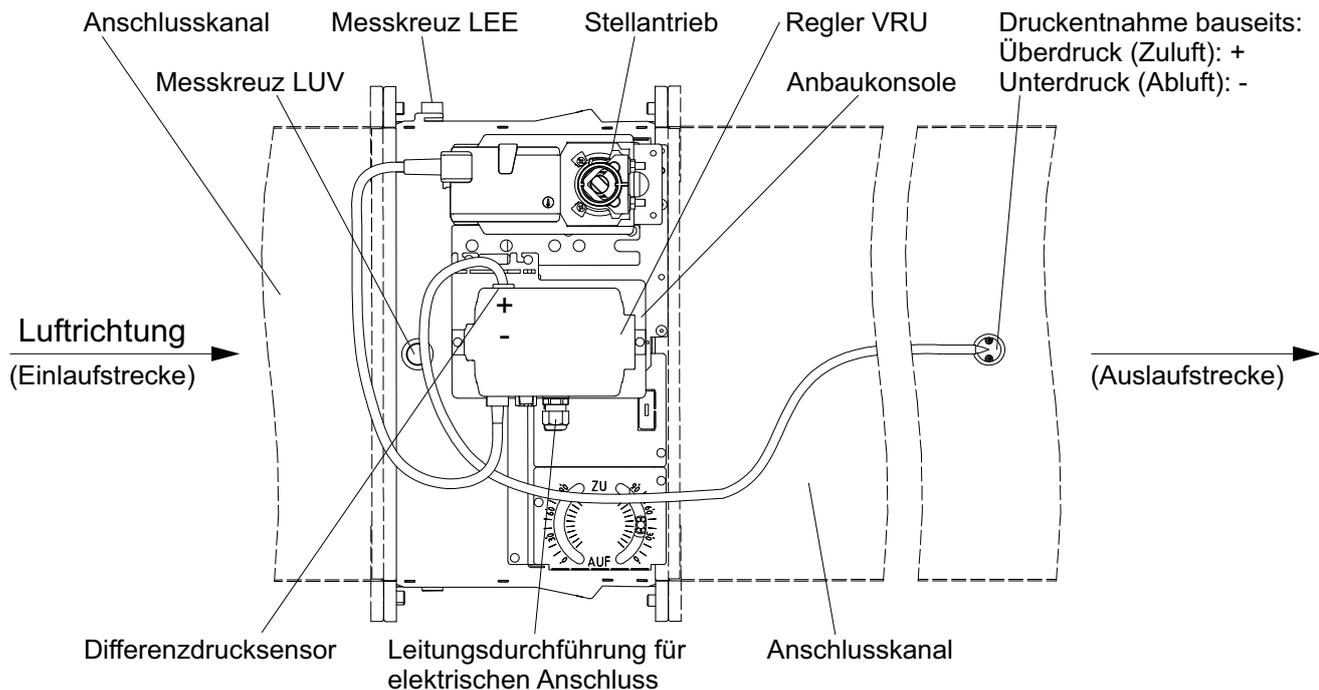

Abb. 13: DKpro Übersichtsdarstellung mit Messkreuzanschluss
4. Schläuche an den angebrachten Winkelsteckverbindern montieren, dazu die Zuordnung (Messkreuz LUV = transparenter Schlauch, Messkreuz LEE = roter Schlauch) beachten. Siehe Abb. 13.